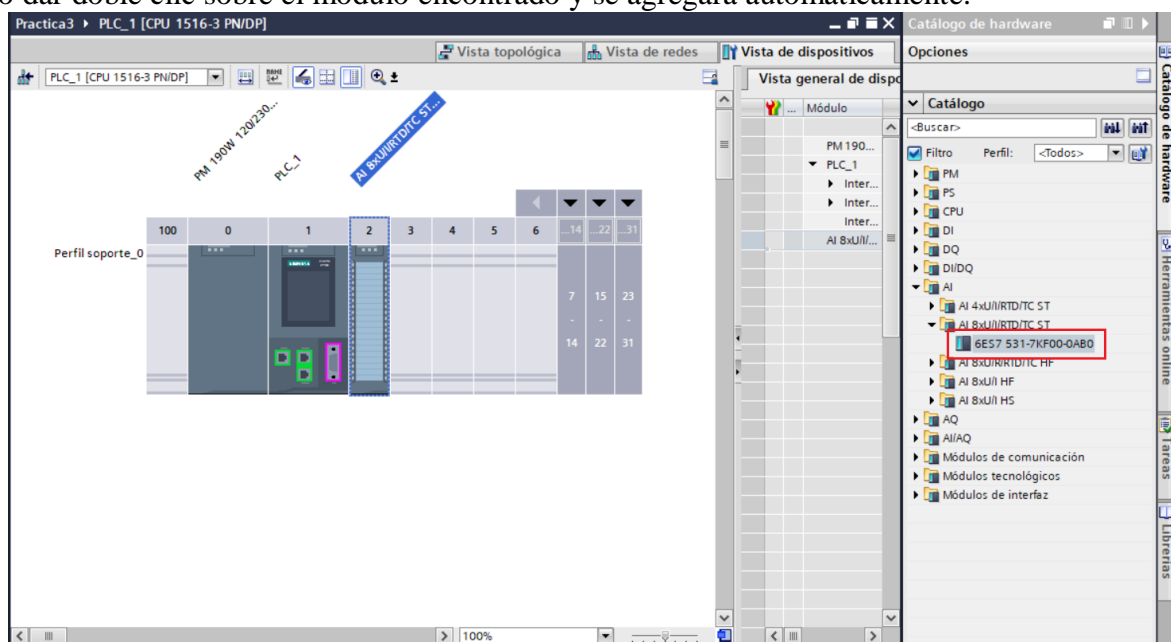

Figura 11: Agregar Módulo de entradas analógicas.
- Ubicar el módulo de entradas analógicas dando clic sobre “**AI**” / “**8xU/I/RTD/TC ST**” / “**6ES7 531-7KF00-0AB0**”, seleccionar la versión “**V2.2**” (ver Figura 11).